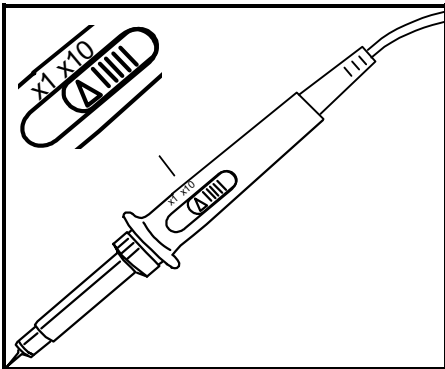

Fig 25 Enfoncez la touche "x1/x10" pour adapter l'affichage au réglage de la sonde de mesure „x1/X10“ (Fig 25)
- Avec une vitesse de balayage inférieure ou égale à 1s/div, l'affichage des mesures se réduit à la valeur de la tension échantillonnée en temps réel. 'Vs' (Fig 25)